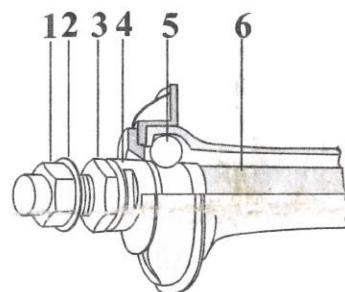

Рис.1
1. Ослабьте осевые крепёжные гайки **1** (**Рис. 1**).
Для проверки правильности регулировки подшипников **5** (**Рис. 1**) необходимо вывесить переднее колесо, переместить его до горизонтального положения вентиля камеры и отпустить. Колесо должно выйти из состояния покоя под действием силы тяжести вентиля.